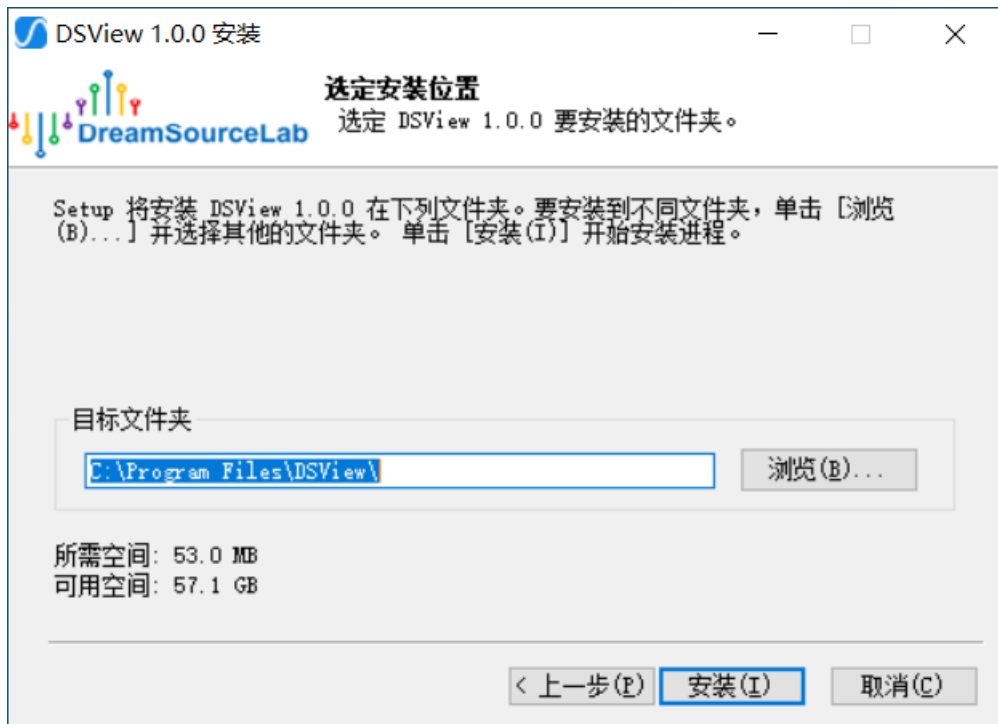

图 1-5
5) 弹出下图（图 1-5）所示窗口，请选择安装目录，然后点击“安装”：